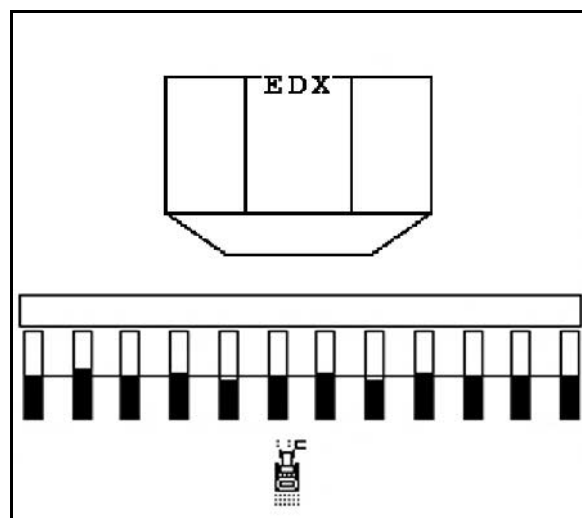

Fig. 55
1.  Preseleccionar la conexión de obstáculos (Fig. 55).